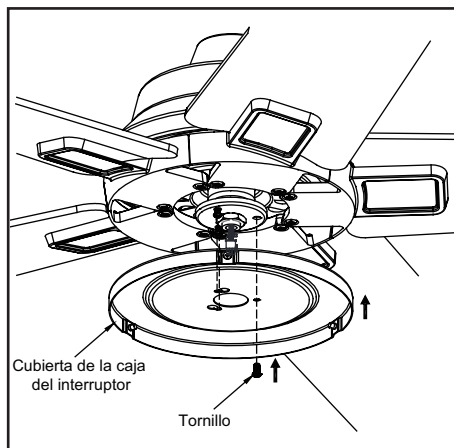

Figura 15
1. Afloja, pero no quites, dos de los tres tornillos de montaje del conjunto del motor del ventilador; retira un tornillo de montaje. (Figura 15)
2. Empuja la cubierta de la caja del interruptor hacia el ensamblaje del motor del ventilador para que las dos cabezas de los tornillos aflojadas encajen en las ranuras tipo ojo de cerradura. Gira la cubierta de la caja del interruptor hacia la derecha y aprieta los tornillos. Vuelve a instalar el tornillo que retiraste en el paso 1 y apriétalo firmemente. (Figura 15)